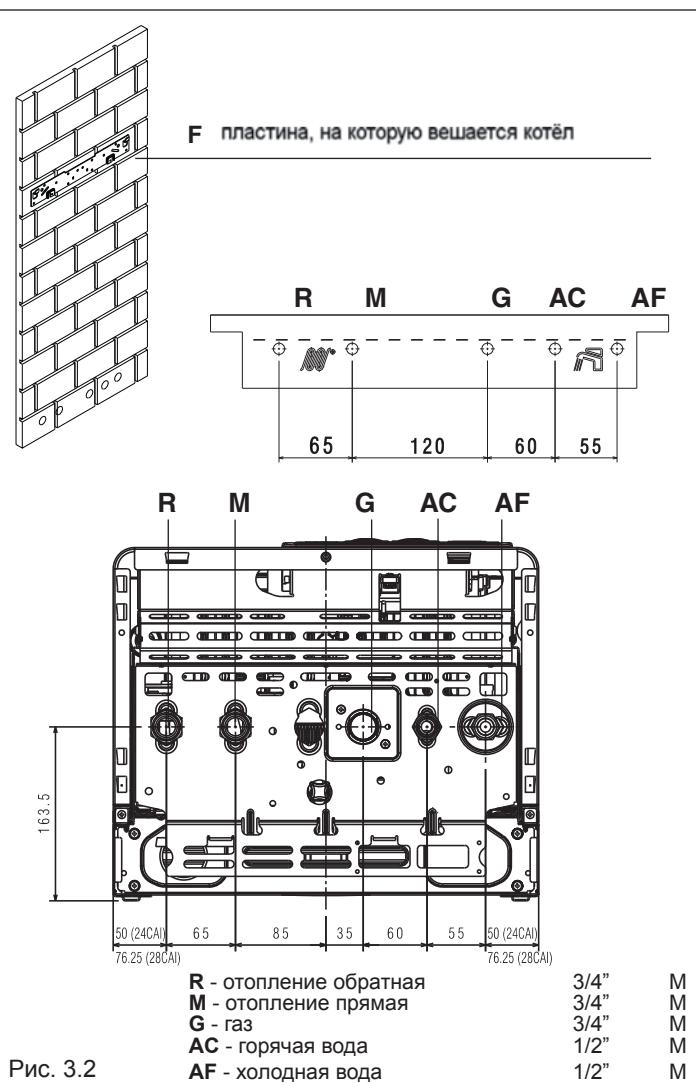

Рис. 3.2
- закрепите кронштейн (F) – рис. 3.2 – на стене и с помощью уровня проверьте, чтобы она находились в идеальном горизонтальном положении
На рис. 3.2 описаны расположение и размеры для гидравлических подключений